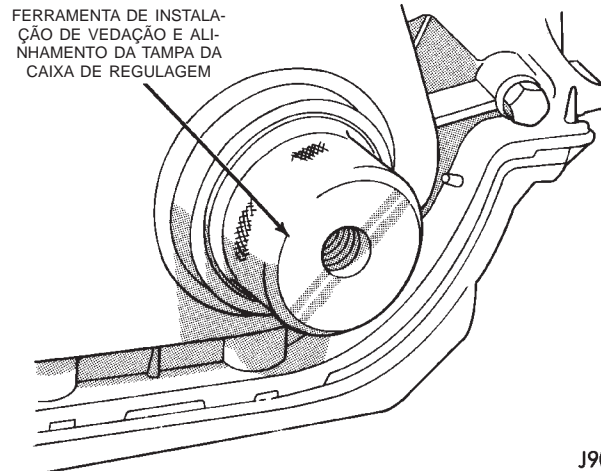

Fig. 43 Ferramenta de Instalação de Vedação e Alinhamento da Tampa da Caixa de Regulagem 6139
(1) Limpe as superfícies da tampa da caixa de regulagem, do cárter de óleo e da gaxeta do cabeçote de cilindros.
(2) Instale uma nova vedação de óleo do eixo de manivelas na tampa da caixa de regulagem. A extremidade aberta da vedação deve estar em direção à parte interna da tampa. Sustente a tampa na área de vedação ao instalar a vedação. Force-a na posição adequada com a Ferramenta de Instalação de Vedação 6139.
(3) Posicione a gaxeta no bloco de cilindros.
(4) Posicione a tampa da caixa de regulagem na gaxeta do cárter de óleo e no bloco de cilindros.
(5) Insira a Ferramenta de Instalação de Vedação e Alinhamento da Tampa da Caixa de Regulagem 6139 na abertura do eixo de manivelas situada na tampa. (Fig. 43).
(6) Instale os parafusos da tampa da caixa de regulagem ao bloco de cilindros e do cárter de óleo à tampa da caixa de regulagem.
(7) Aperte os parafusos de 1/4 pol. da tampa ao bloco com um torque de 7 N·m (60 pol.- lb.). Aperte os